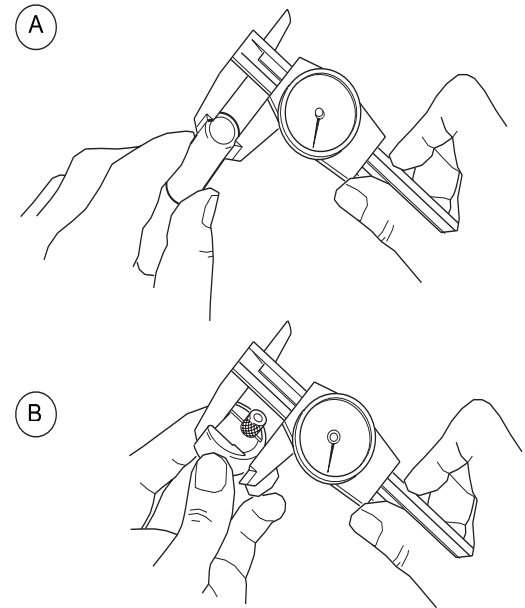

Abbildung 8 Einstellung der Lichtbogenlehre
1. Die äußeren Durchmesser der zu schweißenden Werkstücke mit einem Messschieber oder Mikrometer abmessen. Siehe Abbildung 8(A). Die Stromversorgung M200 berechnet die Einstellung der Lichtbogenlehre, wenn die Funktion „Automatische Erstellung“ verwendet wird.
1. Drücken Sie ohne befestigten Spannblock auf ELECTRODE CHANGE (ELEKTRODENWECH-SEL) auf dem Bedienfeld. Die Elektrode fährt in die Abbildung 8 angezeigte Position.